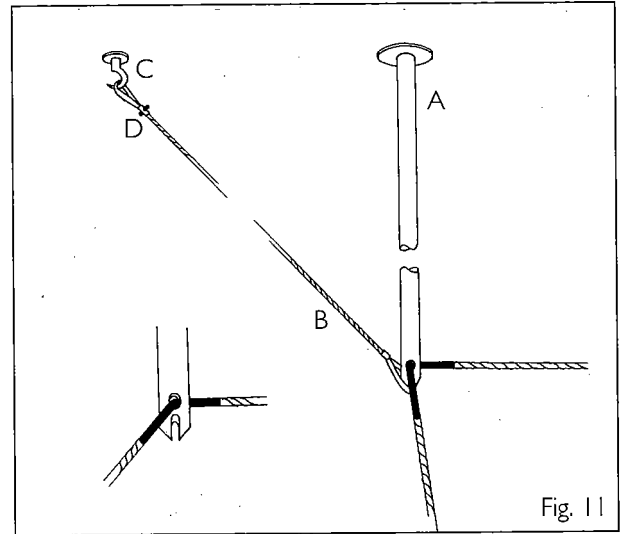

Fig. 11
Fig. 11: Determinare la posizione delle aste (A) secondo la tensione dei cavi (distanza fra i cavi dal meno 75 cm). Per ogni asta fare un foro esattamente verticale dal meno 4 cm di profondità con una punta da muro di 8 mm. Introdurre il tassello ed avvitare l'asta con la rondella e fissare l'asta con l'asticciola in acciaio.